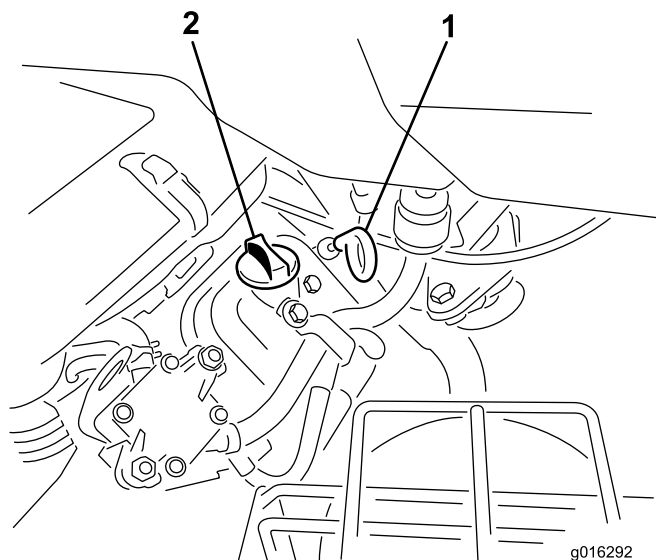

Figura 28
2. Svitare l'asta di livello e asciugatela con un panno pulito. Avvitare l'asta di livello nel relativo tubo e assicuratevi che sia fissata saldamente (Figura 28).